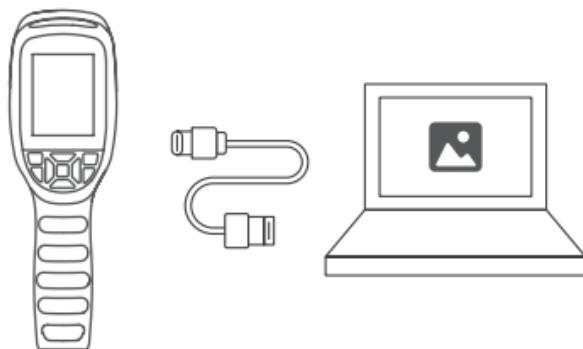

Figura 4.1.1
- 2.** Conecte el TC004 SE a su computadora con el cable USB suministrado (ver Figura 4.1.1).